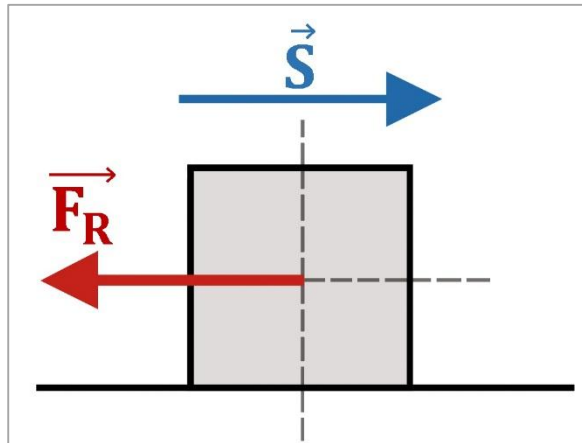

Figura 2. Fuerza de fricción.
- **Fuerza de fricción (\vec{F}_R):** Es la fuerza que ejerce una superficie sobre un cuerpo que se mueve a través de ella. La dirección de esta fuerza siempre es opuesta al movimiento del objeto y actúa de forma paralela a la superficie de contacto (ver figura 2).